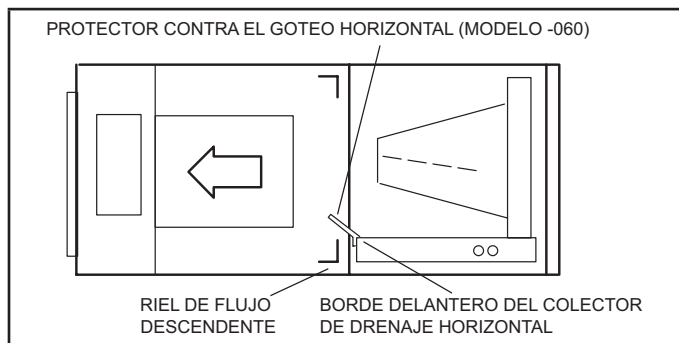

FIGURA 12. Configuración de descarga a la izquierda
- 8 - Instale el protector horizontal (modelo -060) en el borde delantero del colector de drenaje horizontal como se ilustra en la figura 12.